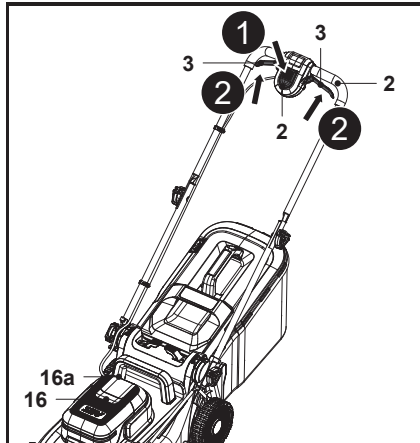

Fig. 17
1. Levante la tapa magnética (15c) y abra la tapa del compartimento de la batería (15); a continuación, inserte por completo la batería (24).
2. Cierre la tapa del compartimento de la batería (15) con cuidado.
3. Colóquese detrás de la empuñadura de agarre (2).
4. Mientras mantiene pulsado el interruptor de seguridad (1), tire de las palancas de arranque (3) hacia la empuñadura de agarre (2) y manténgalas en esa posición (Fig. 17, pasos 1 y 2).
5. Una vez que el cortacésped haya arrancado, suelte el interruptor de seguridad (1).
6. La capacidad real de la batería aparecerá en la pantalla de la batería (16a) en la parte posterior de la tapa del motor (16).